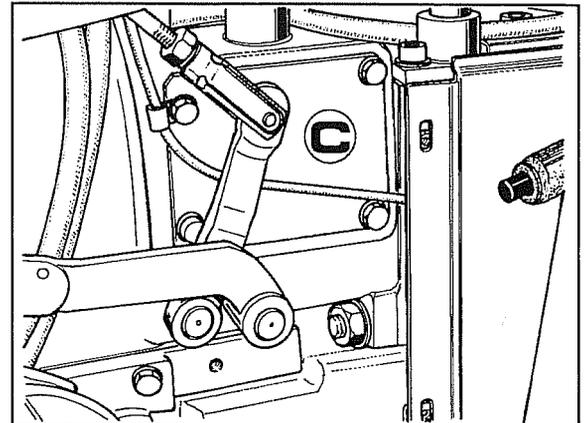

Abb. 2
- 2 Den Deckel **C** auf der Kupplungsglocke und auf der Gegenseite abnehmen, wie in der Abb. 2 gezeigt.